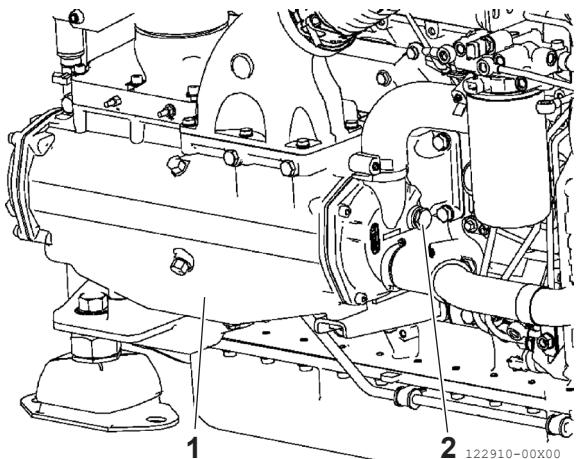

Figura 4
1. Retire el ánodo de zinc (**Figura 4 [2]**) desenroscándolo del intercambiador de calor de agua de mar/aire (**Figura 4 [1]**).
2. Compruebe el nivel de corrosión del ánodo de zinc (**Figura 4 [2]**); si la corrosión excede el 50 % del volumen, sustitúyalo.
Introduzca el ánodo de zinc (**Figura 4 [2]**) en el intercambiador de calor de agua de mar/aire (**Figura 4 [1]**) y apriételo a un par de 30 +/- 3 N m.